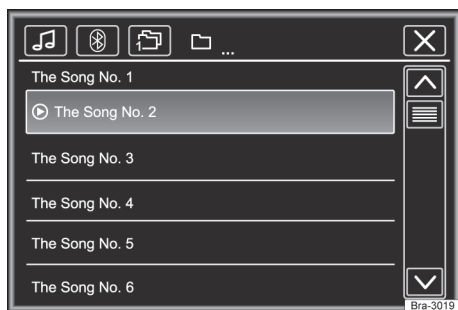
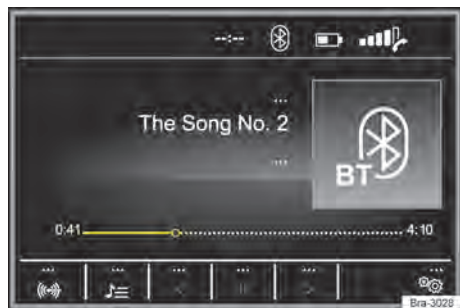

Fig. 132 Operação do rádio: lista de estações.
Fig. 131 Menu principal de mídia.
- Pressionar o botão **MEDIA** para abrir o menu principal **MEDIA** → Fig. 131.
As fontes de mídia que são reproduzidas atualmente são exibidas na superfície de função na parte inferior esquerda → Fig. 131.
Legenda da → Fig. 131 e → Fig. 132: